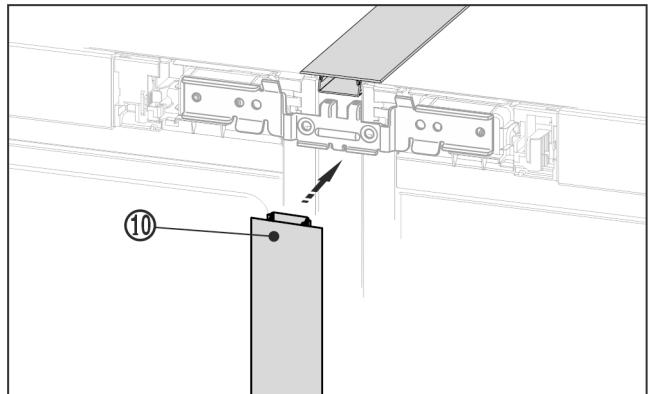

Fig. 23
- Sul lato anteriore premere il listello superiore Fig. 23 (10) lungo nella fessura verticale. Assicurarsi che il listello poggi sulla lamiera di collegamento.